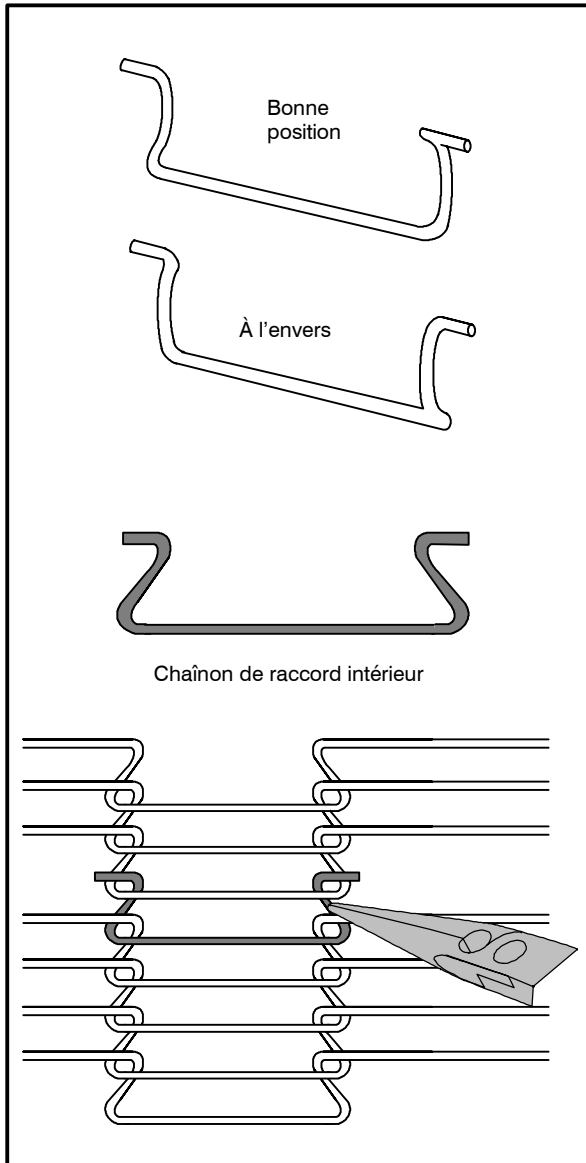

Figure 12
6. Installer les chaînons de raccord intérieurs pour joindre les deux extrémités de la courroie du convoyeur. Voir la Figure 12.